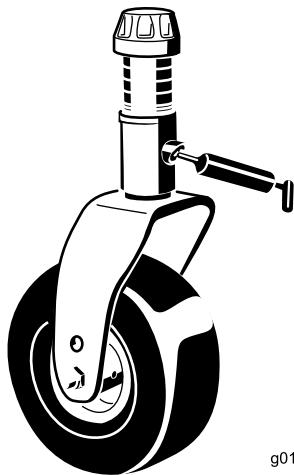

Рисунок 84
- Втулка вала вилки поворотного колеса (1 шт.) (Рисунок 84)